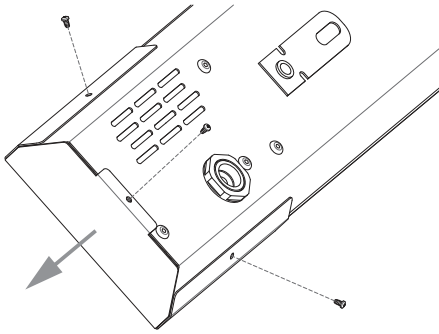

Рисунок 6. Снятие боковой крышки обогревателя для доступа к распределительной коробке.
7.4.1. Открутить саморезы и снять боковую крышку обогревателя для доступа к распределительной коробке (см. рис. 6). Снять крышку распределительной коробки.